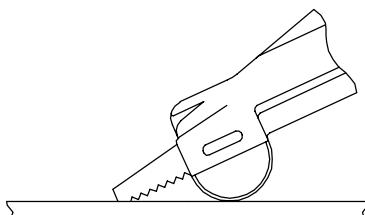

Bild 2
- Höj sågens handtag, så att klingans spets kommer i kontakt med materialet. Se bild 2.